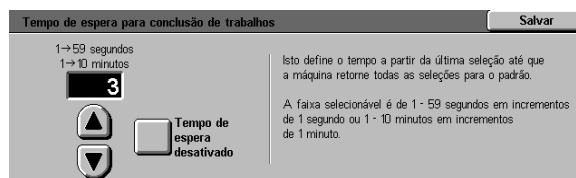

Figura 55: Amostra da tela de configuração de tempo de espera p/ conclusão de trabalhos
- Use as setas **para cima** e **para baixo** (Figura 55) para aumentar ou diminuir o período de tempo desejado antes de retornar às configurações padrão, após um trabalho ser concluído ou apenas parcialmente programado, entrar no modo Energia baixa, desligar ou sair do modo Administração do sistema. Certifique-se de permanecer dentro dos períodos de tempo mínimos e máximos citados.